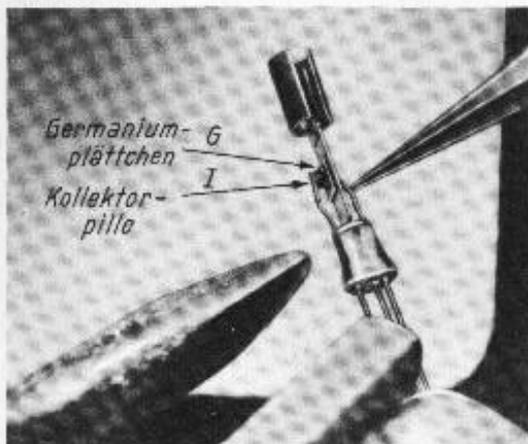

Bild 1
- I. Das Germaniumplättchen aus n-leitendem Germanium des OC 604 spez. (eines Transistors mittlerer Leistung), das Sie auf dem untenstehenden Bild 1 sehen, hat eine Größe von $2,7 \times 2,7$ mm, ist $0,2$ mm = 200μ dick, und die auf dem Bild sichtbare Kollektorpille aus Indium hat einen Durchmesser von etwa $1,7$ mm..